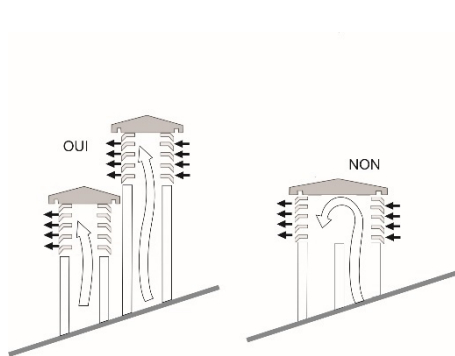

Fig.3
- Dans le cas où des conduits d'évacuation avec des sorties parallèles seraient utilisés, il est conseillé de surélever d'un cran le conduit à contrevent. (Fig. 3)